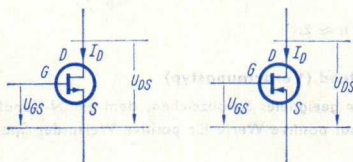

Bild 1
**Bild 1** zeigt links ein Schaltzeichen für einen N-Kanal-Sperrschicht-FET und rechts ein Schaltzeichen für einen P-Kanal-Sperrschicht-FET.